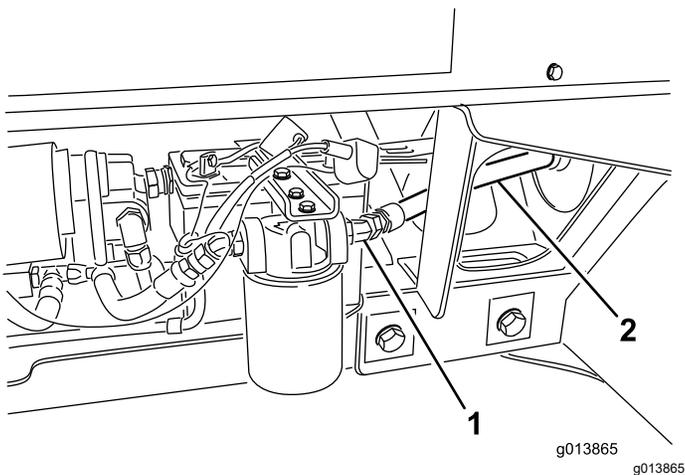

Figura 11
8. Conecte la manguera hidráulica N.º 3 a la salida del filtro (Figura 11).